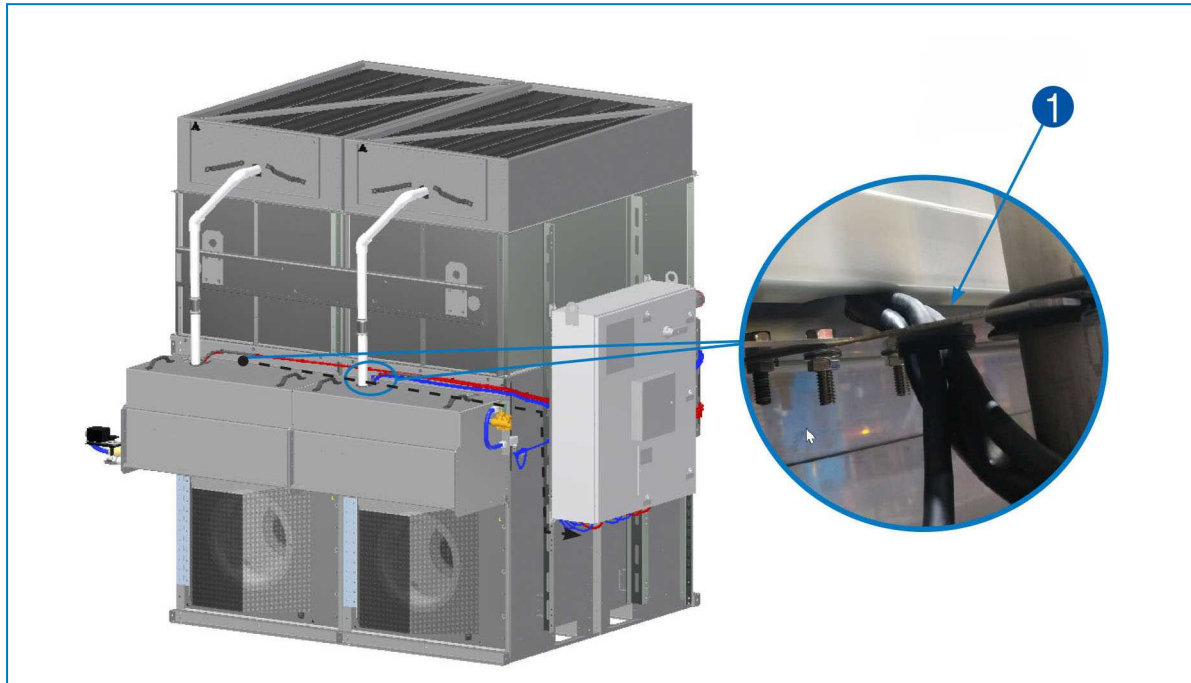

Abbildung 18 Pumpenkabel zur Konsole des iPilot®-Steuerungssystems – 1. Pumpenverkabelung durch Gummidichtung.
8. Verlegen Sie das Pumpenkabel durch die Gummidichtung oben am Sprühwasserbecken. Folgen Sie dem Kabelweg zum Steuerkonsolenende. Ziehen Sie das Pumpenkabel oben am Langloch mit Randstreifen am Steuerkonsolen-Montagekanal. Ziehen Sie jedes Kabel durch die einzelnen Zugentlastungen unten in der Steuerkonsole und schließen Sie dann die einzelnen Kabel an die richtige Klemmleiste an. Befolgen Sie den Schaltplan in der Steuerkonsole. Siehe Abbildung 18.